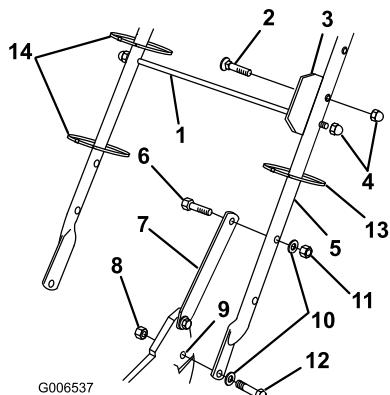

Figure 3
- Montez le guidon à l'extérieur du carter de tondeuse (en vous servant du trou inférieur) avec 2 boulons (5/16 x 1-1/4 pouces), rondelles et contre-écrous minces (5/16 pouce) (Figure 3).
- Contre-écrous borgne (3)
- Boulon, (5/16 x 1-1/2 pouces) (2)
- Patte de verrouillage du guidon (2)
- Contre-écrous fins en nylon (2)
- Rondelle (4)
- Contre-écrou (2)
- Boulon, (5/16 x 1-1/4 pouces) (2)
- Serre-câble (3)
- Fixez les pattes de verrouillage au guidon avec 2 boulons (5/16 x 1-1/2 pouces), rondelles et contre-écrous (5/16 pouce) (Figure 3).
- Insérez le boulon dans la plaque d'alignement du bac et le trou supérieur à gauche du guidon puis fixez-le avec un contre-écrou borgne (Figure 3).
- Insérez la tige de support du bac à herbe dans le troisième des trous supérieurs dans le guidon, et serrez un contre-écrou borgne à chaque extrémité (Figure 3).
- Utilisez les serre-câbles fournis pour attacher les câbles de commande au guidon (Figure 3).